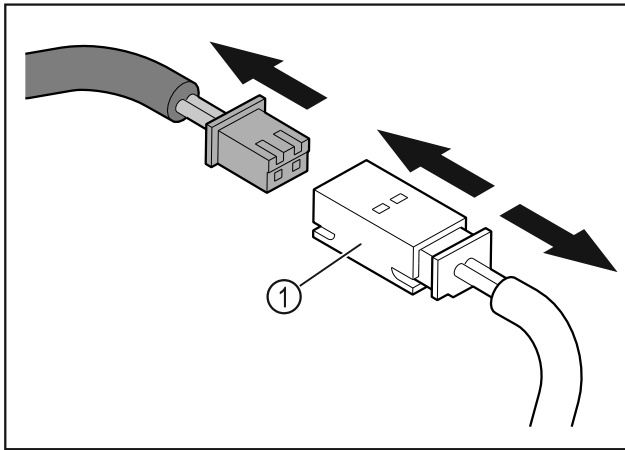

Fig. 13
- ▶ Desenchufar el conector y la toma Fig. 13 (1).